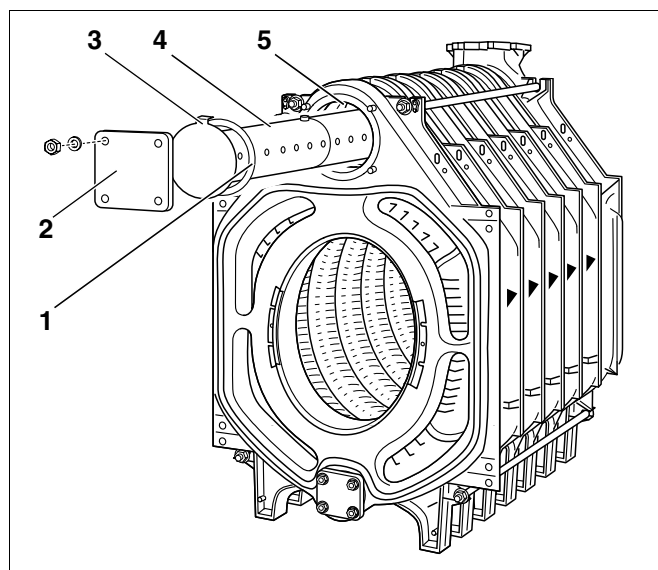

Fig. 21 Montage - tube injecteur
Sur les chaudières à 10 - 12 éléments, le tube injecteur (fig. 21, **pos. 4**) est composé de deux parties.
- Engager le joint plat sur le tube injecteur (fig. 21, **pos. 1**).
- Fermer avec une bride pleine (fig. 21, **pos. 2**).
L'ergot (fig. 21, **pos. 3**) sur la tôle d'obturation du tube injecteur doit s'enclencher dans l'encoche du moyeu supérieur de la chaudière (fig. 21, **pos. 5**). Le tube injecteur est ainsi toujours fixé de façon à ce que les perforations du tube injecteur soient disposées dans le bon angle, garantissant ainsi une répartition optimale de l'eau dans la zone du moyeu supérieur de la chaudière.